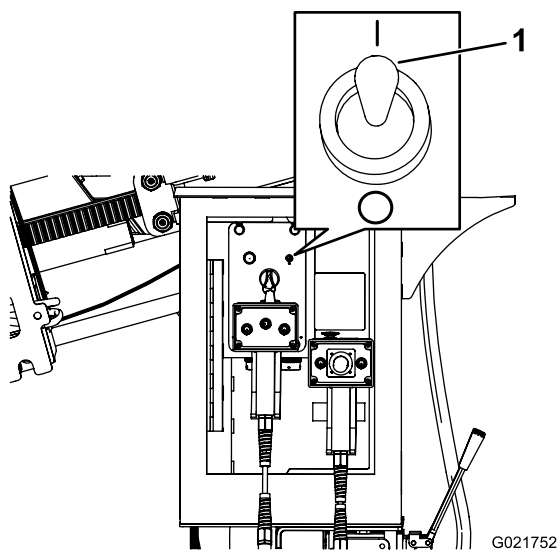

**Figure 158**
6. Placez la commande du tuyau d'arrosage auxiliaire en position de marche (I) (Figure 158).